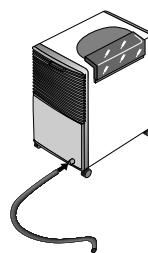

Fig. 3
- 4) La porte de l'appareil est munie d'un orifice pour le passage du tuyau (fig. 3). Avant de faire passer le tuyau à travers cet orifice, il est nécessaire d'enlever la partie centrale de l'orifice. Veiller à ce que le tuyau ne subisse pas de dénivellation sinon l'eau restera dans le réservoir.